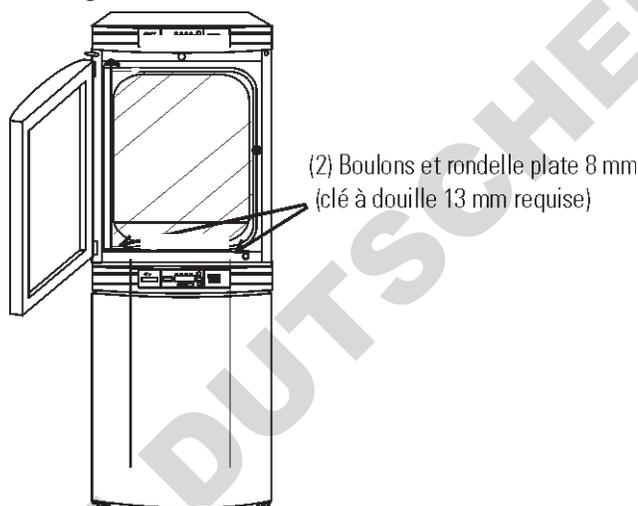

Figure 1-7. Alignement des fentes et des vis
5. Alignez les côtés des deux unités et faites glisser celle du haut vers l'avant jusqu'à ce que les fentes à sa base soient alignées sur les vis d'empilement de 5/16-18 insérées sur le haut de celle du bas (Figure 1-7).